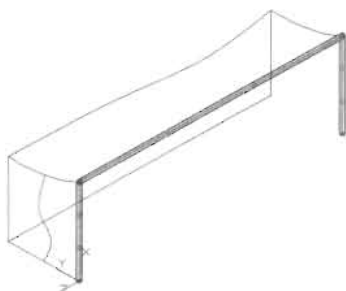

图 13-126
(6) 在命令提示行输入 Mesh 命令并回车, 绘制一个圆柱体曲面, 如图 13-126 所示, 命令执行过程如下。